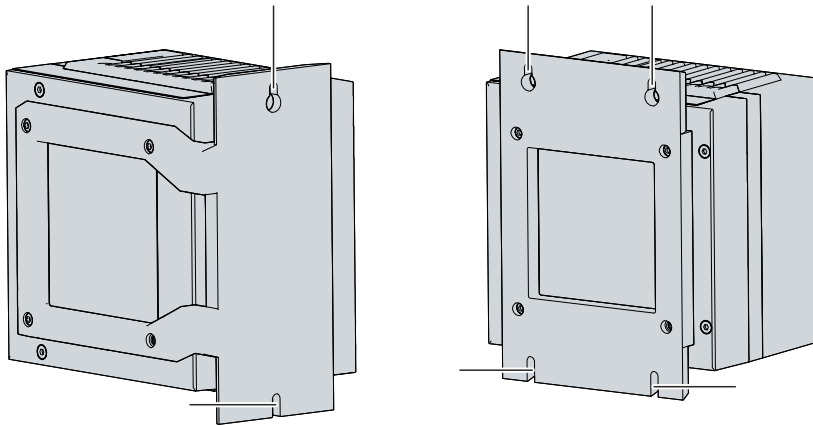

Abb. 22: Schaltschrankeinbau Montageplatten
2. Hängen Sie den PC an den gekennzeichneten Stellen der Montageplatte (siehe Abb.22) auf die Schrauben.